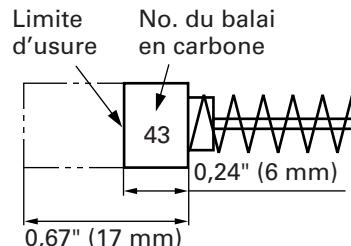

Fig. 24
4. Contrôle des balais en carbone (Fig. 24)
REMARQUE: Utiliser le balai en carbone HITACHI No. 43 indiqué sur la Fig. 24.